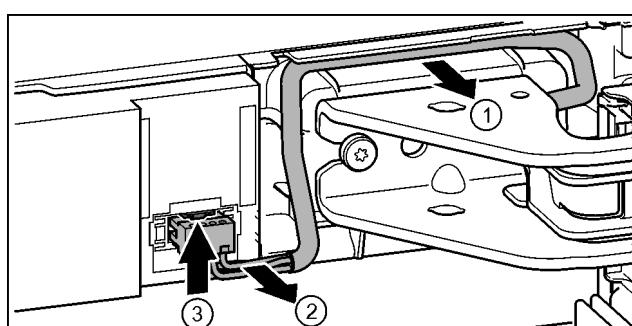

Fig. 18
- 将托架上方电缆小心地从导向装置上松开。Fig. 18 (1)
► 小心地将电缆线从导管拉出。Fig. 18 (2)
► 向上按住接片，并小心地拉出插头。Fig. 18 (3)